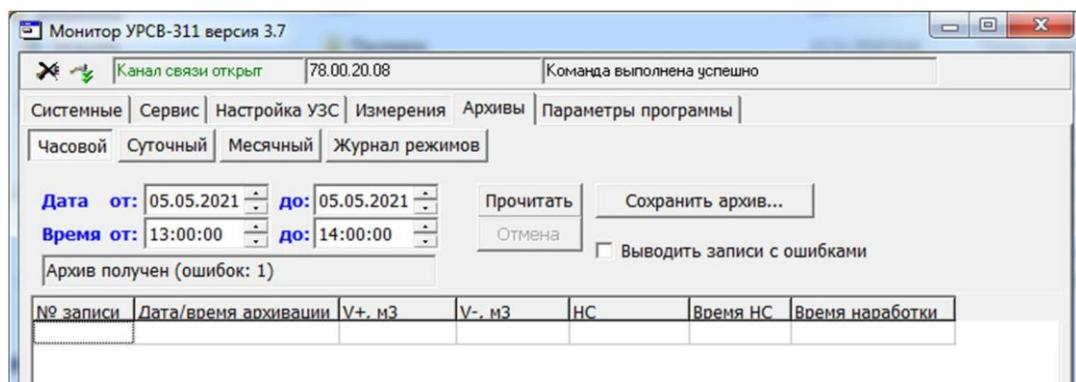

Рис.13. Вид вкладки «Архивы».
4.1.5. Для считывания архивных данных необходимо перейти на вкладку **Архивы** (рис.13), выбрать вид архива (**Часовой**, **Суточный** или **Месячный**), установить требуемый интервал в полях **Дата** и **Время** и нажать кнопку <Прочитать>.